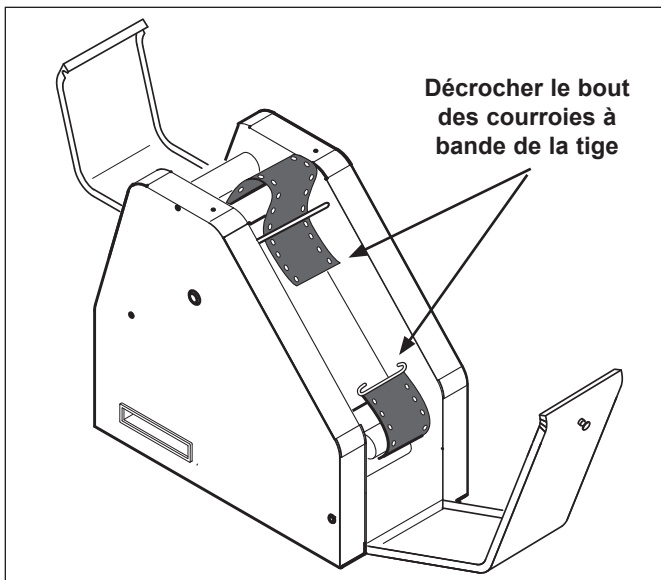

Figure 11. Déconnexion des courroies à bande
7. Localiser la tige de connexion sur les deux courroies à bande (faire tourner les courroies à la main s'il le faut). Déconnecter les bouts des courroies à bande en faisant sortir l'extrémité de courroie de la tige (figure 11).